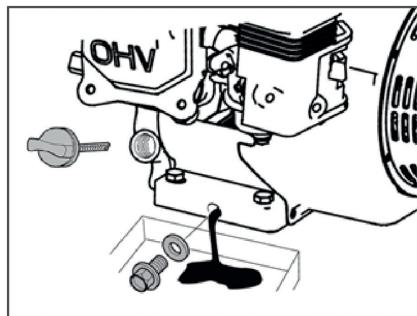

рис. 13. Замена моторного масла
2. Очистите от загрязнений зону вокруг маслозаливной горловины. Извлеките щуп из маслозаливной горловины и протрите его чистой ветошью (Рис. 13).
3. Выкрутите болт отверстия для слива масла и слейте отработанное масло в подготовленную для этого емкость (Рис. 13).